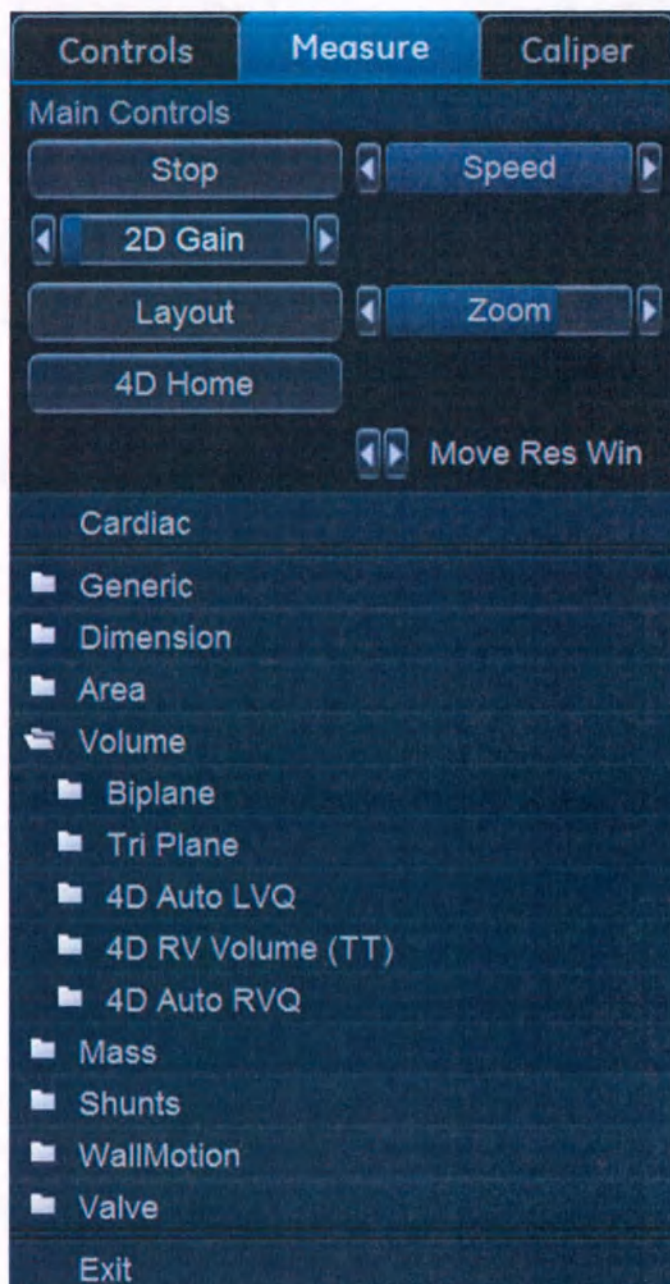

Рис. 8-60. Выбор инструмента 4D Auto RVQ
3. Выберите **Volume/4D Auto RVQ** (Объем / 4D Auto RVQ) (Рис. 8-60).